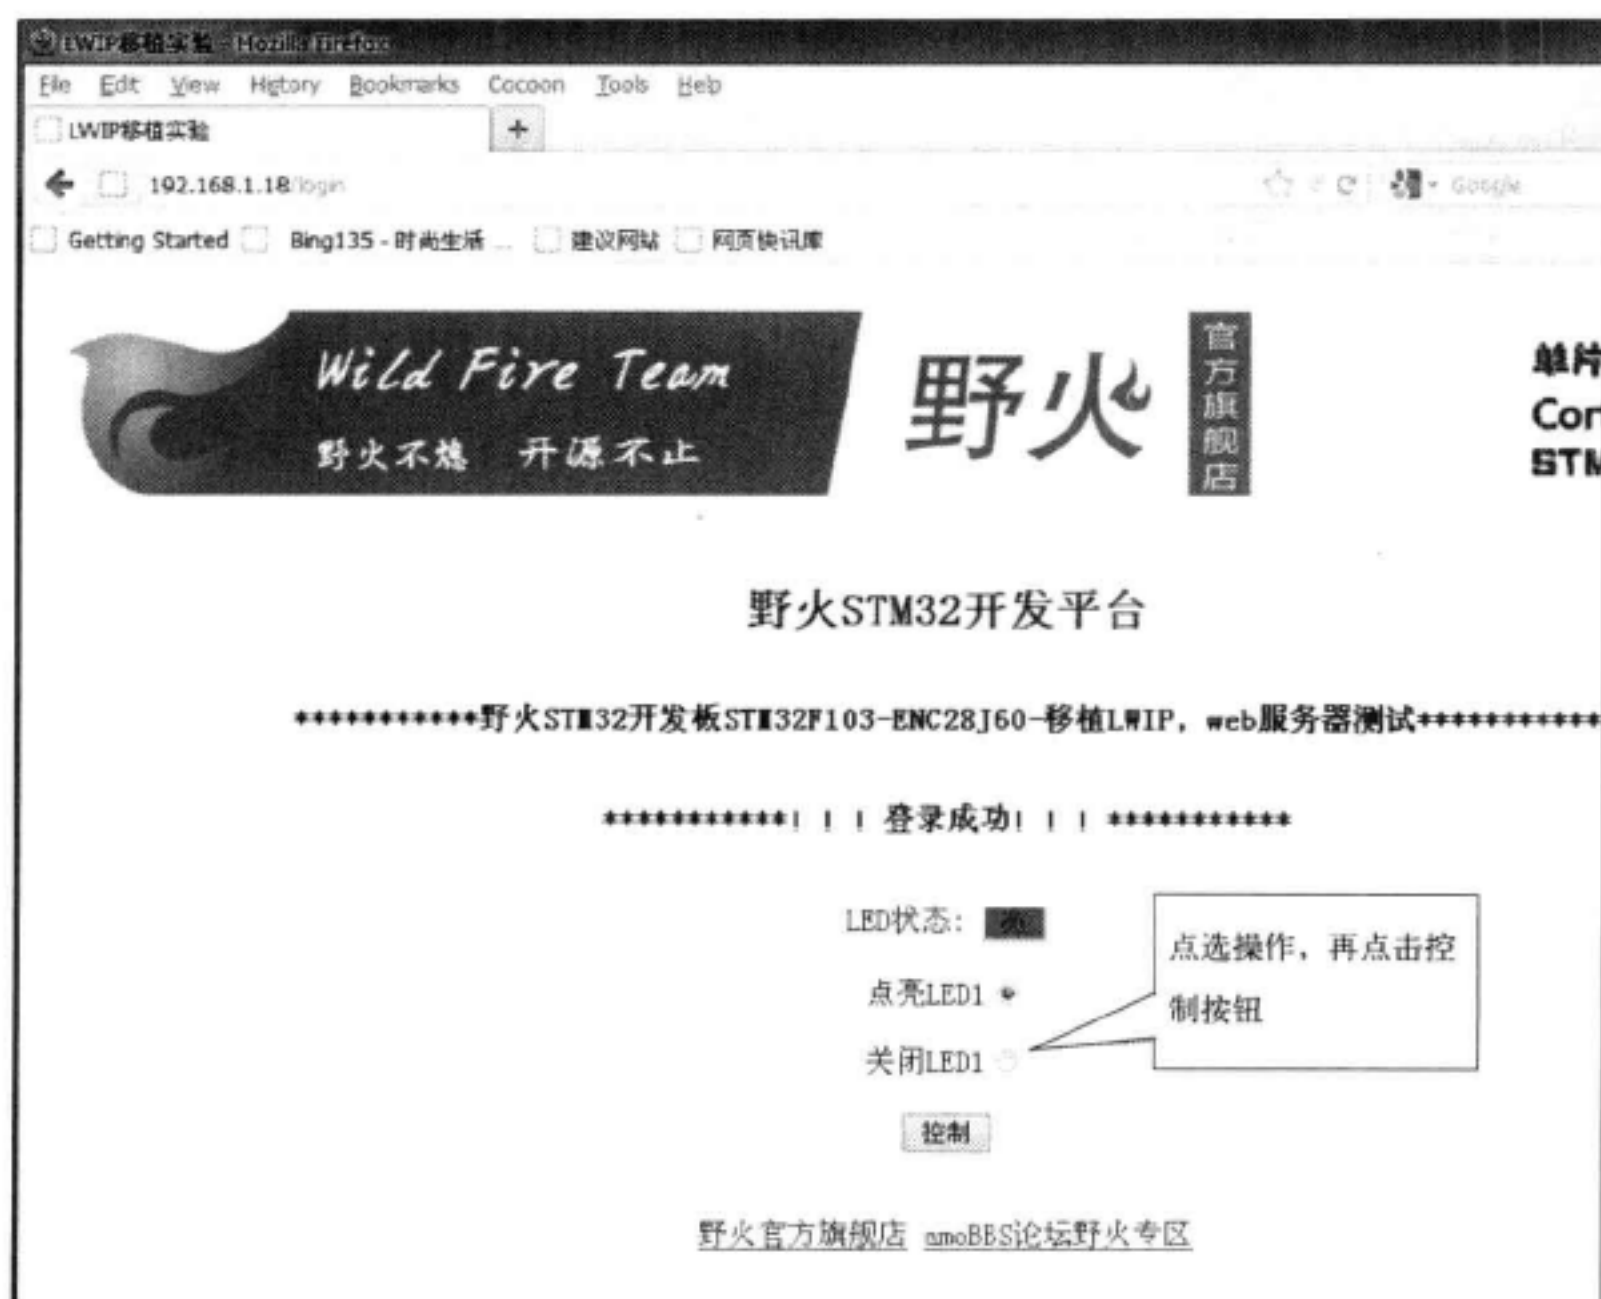

图 24-20 登录后的页面
② 点击登录后，出现如图 24-20 所示界面，且开发板上的 LED 灯被点亮。